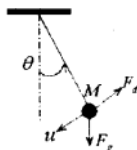

图 11.10 单摆示意图
【例 1104】本例使用 S 函数来对一个单摆系统进行仿真，如图 11.10 所示。只要演示以下 3 个方面：①利用 S 函数对单摆系统进行建模；②利用 Simulink 进行仿真，研究单摆的位移；③利用 S 函数动画模块来演示单摆的运动。